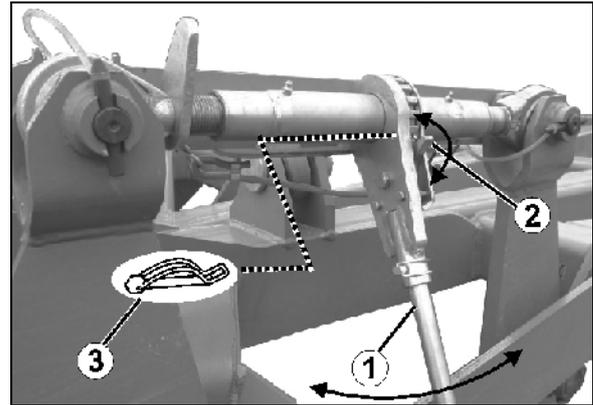

Fig. 58
1. Retirez la goupille (Fig. 58/3).
2. Enclenchez le levier pivotant (Fig. 58/2) en respectant le sens de rotation souhaité.
3. Rallongez / raccourcissez la broche par le biais du levier (Fig. 58/1).
4. Bloquez le réglage avec la goupille (Fig. 58/3).